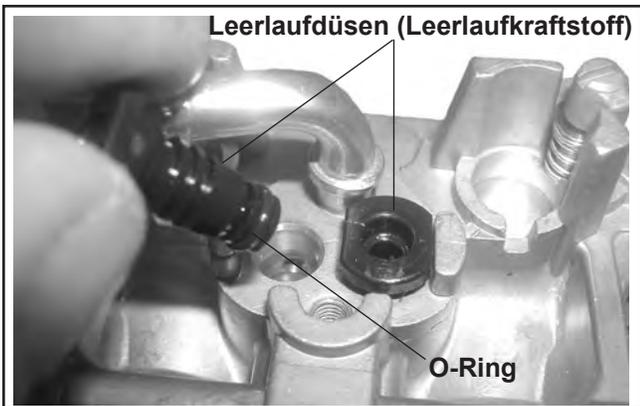

Abbildung 5-26. Detailansicht O-Ring und Leerlaufdüsen.
- Sicherstellen, dass der O-Ring in der Nähe des Bodens der einzelnen Leerlaufdüsen jeweils neu ist oder sich in gutem Zustand befindet. Die beiden Leerlaufdüsen auf dem Vergaser ausrichten und einsetzen. Siehe Abbildung 5-26.